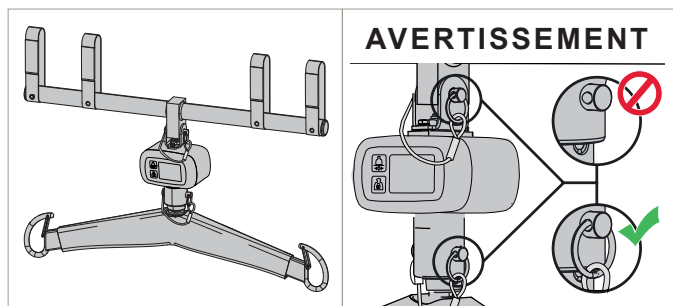

Fig. 1
- 1) Installer le système de pesée suspendu sur l'adaptateur avec la goupille de blocage et la bague fendue. (voir Fig. 1)